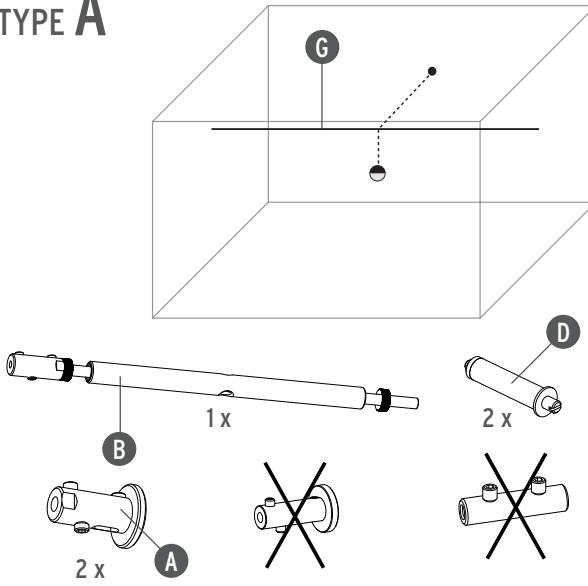

Fig. 1A
Fig.1A Disassemblare l'attacco a parete (A) dal tenditore (B) svitando i grani (C) con la chiavetta fornita in dotazione. **Fig.2A** Effettuare i fori nelle pareti quindi inserire i due tasselli ad espansione (D) forniti in dotazione; avvitare gli attacchi a parete (A) ai tasselli inseriti nelle pareti bloccandoli avvitando i grani (E). **Fig.3A** Allentare il tenditore (B) svitando i perni filettati (F) fino al limite del filetto quindi riavvitare il tenditore ad uno degli attacchi a parete (A) fino a fine corsa bloccandolo avvitando i due grani (C). **Fig.4A** Inserire il cavo (G) attraverso il secondo attacco a parete (A) facendolo scorrere fino ad individuare la lunghezza corretta (cavo tesio) quindi segnare il punto (X) in cui il cavo entra nel foro dell'attacco; Tagliare il cavo 10/15mm oltre il punto (X) individuato quindi sguainare questa parte di cavo in modo da lasciare scoperta l'anima metallica (H) del cavo. Inserire la parte metallica nell'attacco a parete quindi bloccare il cavo serrando i grani (C). **Fig.5A** Inserire un cacciavite nel foro (I) del tenditore (B) quindi girare in senso orario fino a raggiungere la sufficiente tensione del cavo; serrare i dadi (L) fino a portarli in battuta con la parte centrale del tenditore come indicato in figura.
Fig.1A Disassemble the wall bracket (A) from the tensioner (B) by loosening the grub screws (C) with the key supplied. **Fig.2A** Drill holes in the walls and then insert the two wall plugs (D) supplied; Screw the wall mounts (A) to the wallplugs by screwing the grub screws (E). **Fig.3A** Loosen the tensioner (B) by unscrewing the set screws (F) up to the thread limit then tighten the tensioner to one of the wall mounts (A) until it stops and secure by tightening the two grub screws (C). **Fig.4A** Insert the cable (G) through the second wall mount (A) making it slide until the correct length is found (taut cable) then mark the point (X) where the cable enters the hole of the clamp shoe; Cut the cable 10/15mm beyond the indicated point (X) then unsheathe this part of the cable so as to expose the metal core (H) of the cable. Insert the metal part into the wall mount and then secure the cable by tightening the grub screws (C). **Fig.5A** Insert a screwdriver into the hole (I) of the tensioner (B) and turn clockwise until you reach the adequate cable tension; tighten the nuts (L) to bring them into abutment with the central part of the tensioner as shown in the figure.
Abb.1A Durch Lösen der Stifte (C) mit dem beiliegenden Schraubenzieher die Wandbefestigung (A) von der Spannvorrichtung (B) ausbauen. **Abb.2A** Die Wände bebohren, dann die beiden beigeckten Spreizdübel (D) einsetzen; die Wandbefestigungen (A) in die in die Wände eingetriebenen Dübel einschrauben und die Stifte (E) einschrauben. **Abb.3A** Die Spannvorrichtung (B) durch Ausschrauben der Gewindestöpsel (F) bis zum Ende des Gewindes lockern, dann die Spannvorrichtung an einer der Wandbefestigungen (A) wieder bis zum Endanschlag einschrauben und durch Einschrauben der beiden Stifte (C) arretieren. **Abb.4A** Das Kabel (G) durch die zweite Wandbefestigung (A) ziehen und bis zur richtigen Länge (gespanntes Kabel) gleiten lassen, dann den Punkt (X) markieren, an dem das Kabel in die Bohrung der Befestigung eintritt; Das Kabel 10/15mm über dem gefundenen Punkt (X) abschneiden, dann dieses Kabelteil abziehen, sodass der Metallkern (H) des Kabels freilegt. Den Metallteil in die Wandbefestigung einziehen und dann das Kabel durch Festziehen der Stifte (C) arretieren. **Abb.5A** Einen Schraubenzieher in die Öffnung (I) der Spannvorrichtung (B) einsetzen, dann um Uhrzeigersinn drehen bis das Kabel ausreichend gespannt ist; die Muttern (L) festziehen, bis sie den Mittelteil der Spannvorrichtung berühren, wie aus der Abbildung ersichtlich.
Fig.1A Séparer l'attache murale (A) du tendeur (B) en dévissant les vis sans tête (C) à l'aide de la clé fournie. **Fig.2A** Faire les trous dans les murs puis insérer les deux chevilles à expansion (D) fournies; visser les attaches murales (A) aux chevilles insérées dans les murs en vissant les vis sans tête (E). **Fig.3A** Desserrer le tendeur (B) en dévissant les tiges filetées (F) à fond puis revisser le tendeur à l'une des attaches murales (A) jusqu'au bout et le bloquer en vissant les deux vis sans tête (C). **Fig.4A** Insérer le câble (G) à travers la deuxième attache murale (A) en le faisant coulisser jusqu'à obtenir la bonne longueur (câble tendu) puis marquer le point (X) par lequel le câble entre dans le trou de l'attache; Couper le câble 10/15mm après le point (X) marqué puis dénuder cette partie du câble de manière à faire apparaître l'âme métallique (H) du câble. Insérer la partie métallique dans l'attache murale puis bloquer le câble en serrant les vis sans tête (C). **Fig.5A** Insérer un tournevis dans le trou (I) du tendeur (B) puis tourner dans le sens des aiguilles d'une montre jusqu'à obtenir une tension suffisante du câble; serrer les écrous (L) jusqu'à leur blocage avec la partie centrale du tendeur, comme indiqué sur le schéma.
Fig.1A Desmontar o suporte de parede (A) do tensor (B) desapertando os parafusos sem cabeça (C) com a chave fornecida. **Fig.2A** Realizar a furação na parede e introduzir as duas buchas de expansão (D) fornecidas. Apertar os suportes de parede (A) às buchas introduzidas na parede, apertando os parafusos sem cabeça (E). **Fig.3A** Desapertar o tensor (B) desapertando os pernos roscados (F) até ao limite da rosca e voltar a apertar o tensor a um dos suportes de parede (A) até ao batente, bloqueando-o apertando os dois parafusos sem cabeça (C). **Fig.4A** Introduzir o cabo (G) através do segundo suporte de parede (A), fazendo-o deslizar até definir o comprimento correcto (cabو esticado), em seguida, assinalar o ponto (X) no qual o cabo entra no orificio do suporte. Cortar o cabo 10/15 mm para além do ponto (X) identificado e retirar a bainha desta parte do cabo de forma a deixar descoberta a alma metálica (H) do cabo. Introduzir a parte metálica no suporte de parede e bloquear o cabo apertando os parafusos sem cabeça (C). **Fig.5A** Introduzir uma chave de fendas no orificio (I) do tensor (B) e rodar para a direita até o cabo ficar suficientemente tenso; apertar as porcas (L) até chegarem à parte central do tensor, como indicado na figura.
Рис.1A Снять с настенного крепления (A) натяжную муфту (B), вывернув установочные винты (C) ключом, поставляемым в комплекте. **Рис.2A** Выполнить отверстия в стенах, затем вставить два дюбеля (D), поставляемые в комплекте; Навернуть настенные крепления (A) на вставленные в стену дюбели, зафиксировать их, ввернув установочные винты (E); **Рис.3A** Освободить натяжную муфту (B), вывернув стержень с резьбой (F) до конца, затем ввернуть натяжную муфту в одно из настенных креплений(A) до конца, зафиксировать ее, ввернув два установочных винта (C). **Рис4A** Вставить тросик (G) во второе настенное крепление (A), пропустить до нужной длины (тросик должен быть натянут), затем отметить точку (Х), которая является местом входа тросика в отверстие крепления; Отрезать провод с запасом 10/15мм от точки (Х), затем зачистить эту часть тросика так, чтобы была видна металлическая жила (H) тросика. Вставить металлическую часть в настенное крепление, зафиксировать тросик, ввернув установочные винты (C). **Рис.5A** Вставить отвертку в отверстие (I) натяжной муфты (B), затем вращать по часовой стрелке до получения достаточного натяжения тросика; закрутить гайки (L) до упора в центральную часть натяжной муфты, как указано на рисунке.